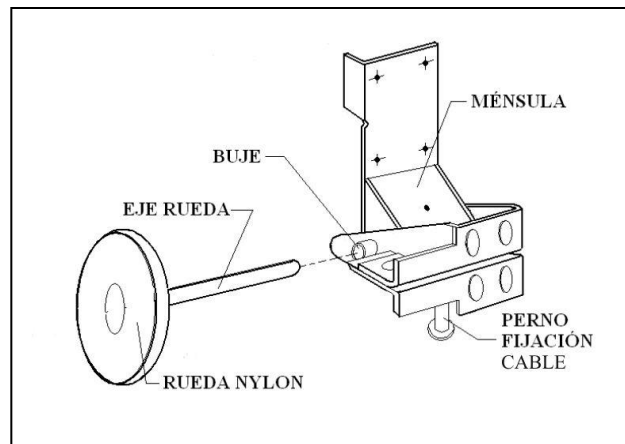

Fig. 4A Montaje Ménsulas paracaídas
- Colocar el para caídas sobre el primer panel inferior e insertar la rueda en la guía fijándolo con 8 tornillos autorroscantes de $1/4" \times 1 \frac{1}{2}"$ (Fig. 4A). Enganchar al para caídas los respectivos cables de elevación por el lado del ojo galvanizado.